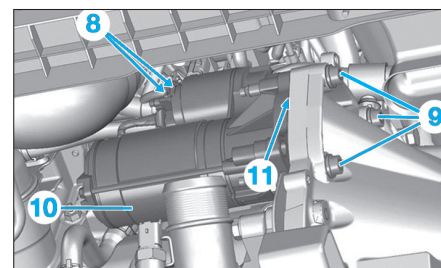

Fig. 12
- Débrancher les câbles électriques (8) du démarreur (Fig.12).
- Déposer les vis (9).
- Déposer le démarreur (10).